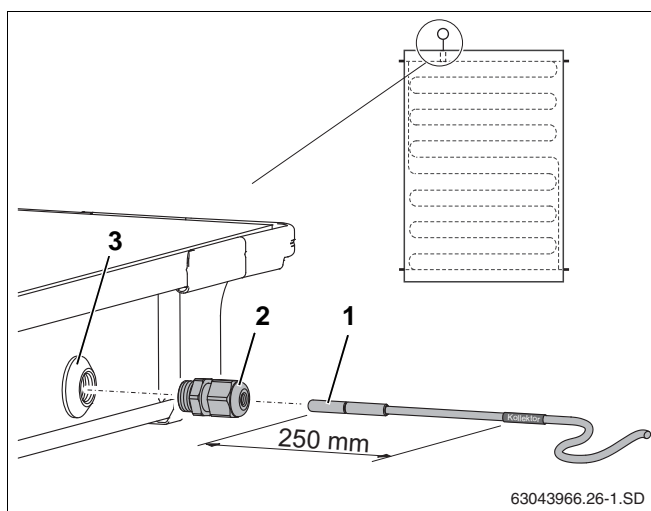

Fig. 51 Solfangerføleren skubbes ind i solfangeren
For at solvarmeanlægget kan fungere perfekt er det nødvendigt, at solfangerføleren (fig. 51, **pos. 1**) skubbes ind i følerens lederør indtil anslag (svarer til ca. 250 mm).
- Gennembryd tætningslaget til gennemføringen med solfangerføleren eller en skruetrækker (fig. 51, **pos. 3**).
- Skru klemforskrningen (fig. 51, **pos. 2**) ind i følerens gennemføring.
- Stram klemforskrningen (fig. 51, **pos. 2**), og hold evt. imod.
Hvis du har gennembrudt følergennemføringen (fig. 51, **pos. 3**) for en forkert solfanger, skal den tættes med proppen fra tilslutningssettet. Ved hjælp af kabelforskrningen (fig. 51, **pos. 2**) skal du først fjerne møtrikken, som befinder sig i følergennemføringen.